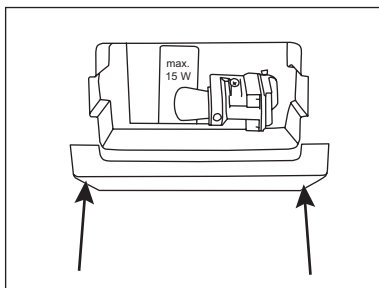

fig. 9
2. Démontez l'écran d'éclairage (fig. 9).